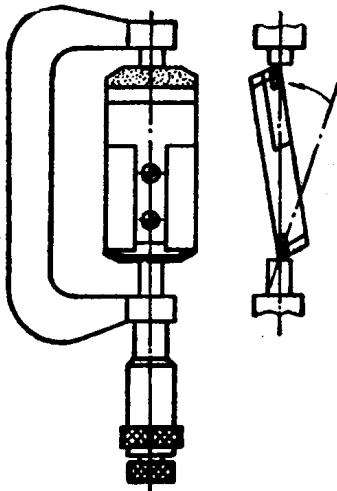

图1-7 浮动镗刀尺寸的校正
② 根据加工尺寸要求，先将千分尺调到加工孔的尺寸公差 ± 0.005 mm，此时左手可握住千分尺的尺架，用右手三指握住浮动镗刀的刀体。将浮动镗刀一侧切削刃贴平在千分尺的下侧圆柱测量面上，另一侧切削刃以反切削方向，转至上侧圆柱测量面，见图1-7。通过螺钉2调节，使浮动镗刀的切削刃与千分尺的测量面有轻擦的感觉，然后将千分尺调大0.01mm尺寸时，若无轻擦之感，则浮动镗刀的 ± 0.005 mm尺寸已校正好。最后紧固螺钉1，按上述方法复校，若尺寸没有变动，则该浮动镗刀已校正好，即可使用；若尺寸有